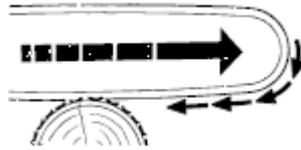

Figura 6.5. Dirección de la fuerza que actúa en la espada si se corta por la parte superior del tronco.
- Tirón: ocurre cuando la cadena, por la parte inferior de la espada, se detiene repentinamente, produciendo un tirón sobre el operario que lo empuja hacia la motosierra. Para evitar esta situación, empiece el corte siempre con la cadena a máxima velocidad y la púa de tope en contacto con la madera (figura 6.5).